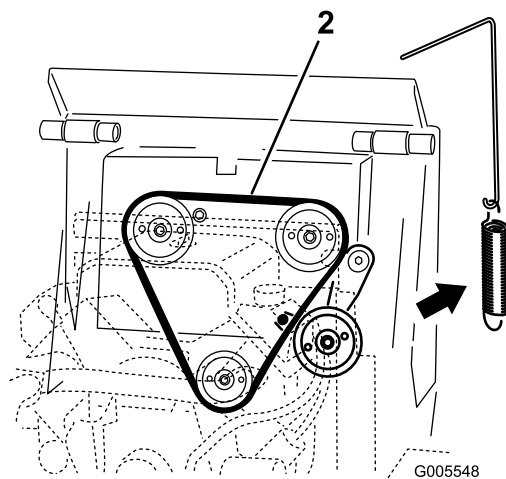

Figura 52
4. Retire el muelle de la polea tensora del conjunto de la polea tensora (Figura 52).
6. Instale una nueva correa de transmisión alrededor de las 3 poleas (Figura 52).